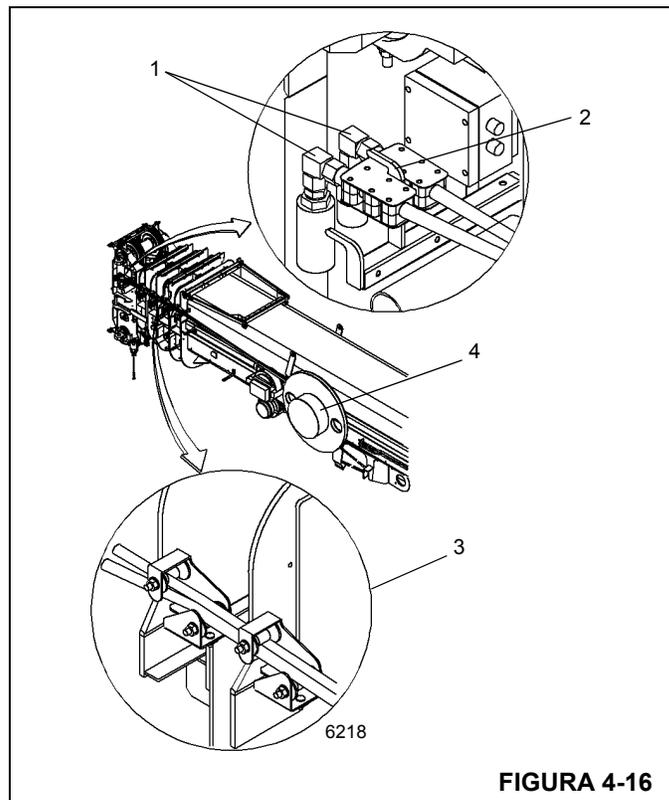

FIGURA 4-16
Se as mangueiras estiverem armazenadas no suporte da seção da base da lança, solte o pino-trava do tambor da mangueira (4) (Figura 4-16) e puxe as mangueiras hidráulicas em direção à extremidade da lança. Ancore os engates